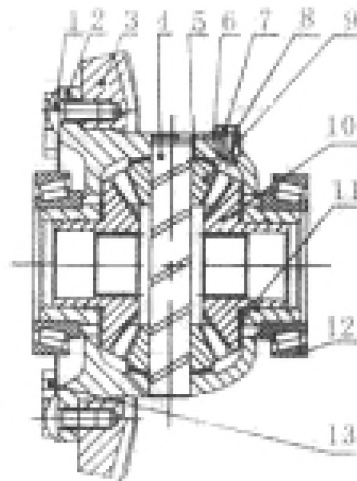

Рисунок 4-8. Устройство дифференциала
Устройство дифференциала представляет собой закрытый привод конических шестерней (смотрите рисунок 4-8). Дифференциал используется, чтобы ведущие колёса вращались с разной скоростью и поворачивали трактор. Корпус дифференциала поддерживается в левом и правом гнездах подшипниками качения 32011 (12). Две полуоси (10) вставлены в два паза с левой и правой стороны корпуса дифференциала. Планетарные шестерни (9) установлены на вале планетарных шестерней (4). Вал планетарных шестерней вставлен в паз на корпусе дифференциала и зафиксирован стопорным кольцом (8). Уплотнители, уменьшающие трение (5) и (11) установлены в задней части полуоси и планетарной шестерни. Задняя часть планетарной шестерни имеет сферическую поверхность, совпадающую со сферической поверхностью внутренней части дифференциала, для того, чтобы планетарная шестерня могла быть легко установлена в его центр, а также обеспечить надёжное зацепление шестерней.